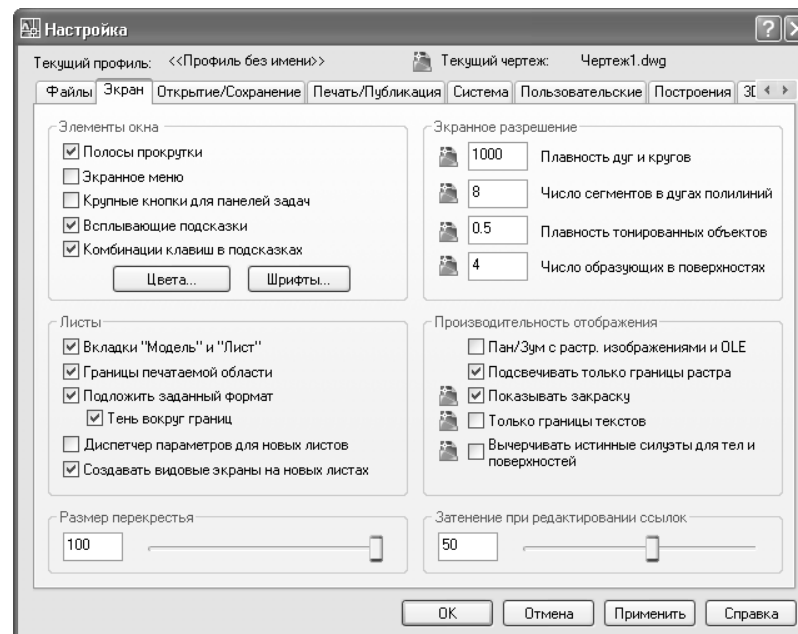

Рис. 1.5 ▼ Вкладка **Экран** (Display) диалогового окна **Настройка** (Options)
2. Перейдите в окне **Настройка** (Options) на вкладку **Экран** (Display), на которой представлены параметры, управляющие отображением элементов графического интерфейса AutoCAD (рис. 1.5).
3. Если в группе **Элементы окна** (Window Elements) (находится в левом верхнем углу вкладки) установлен флажок **Полосы прокрутки** (Display scroll bars in drawing window), как показано на рис. 1.5, щелкните на нем для его сброса и отключения соответствующего режима. Не спешите щелкать на кнопке **ОК** – настройку интерфейса мы еще не закончили.